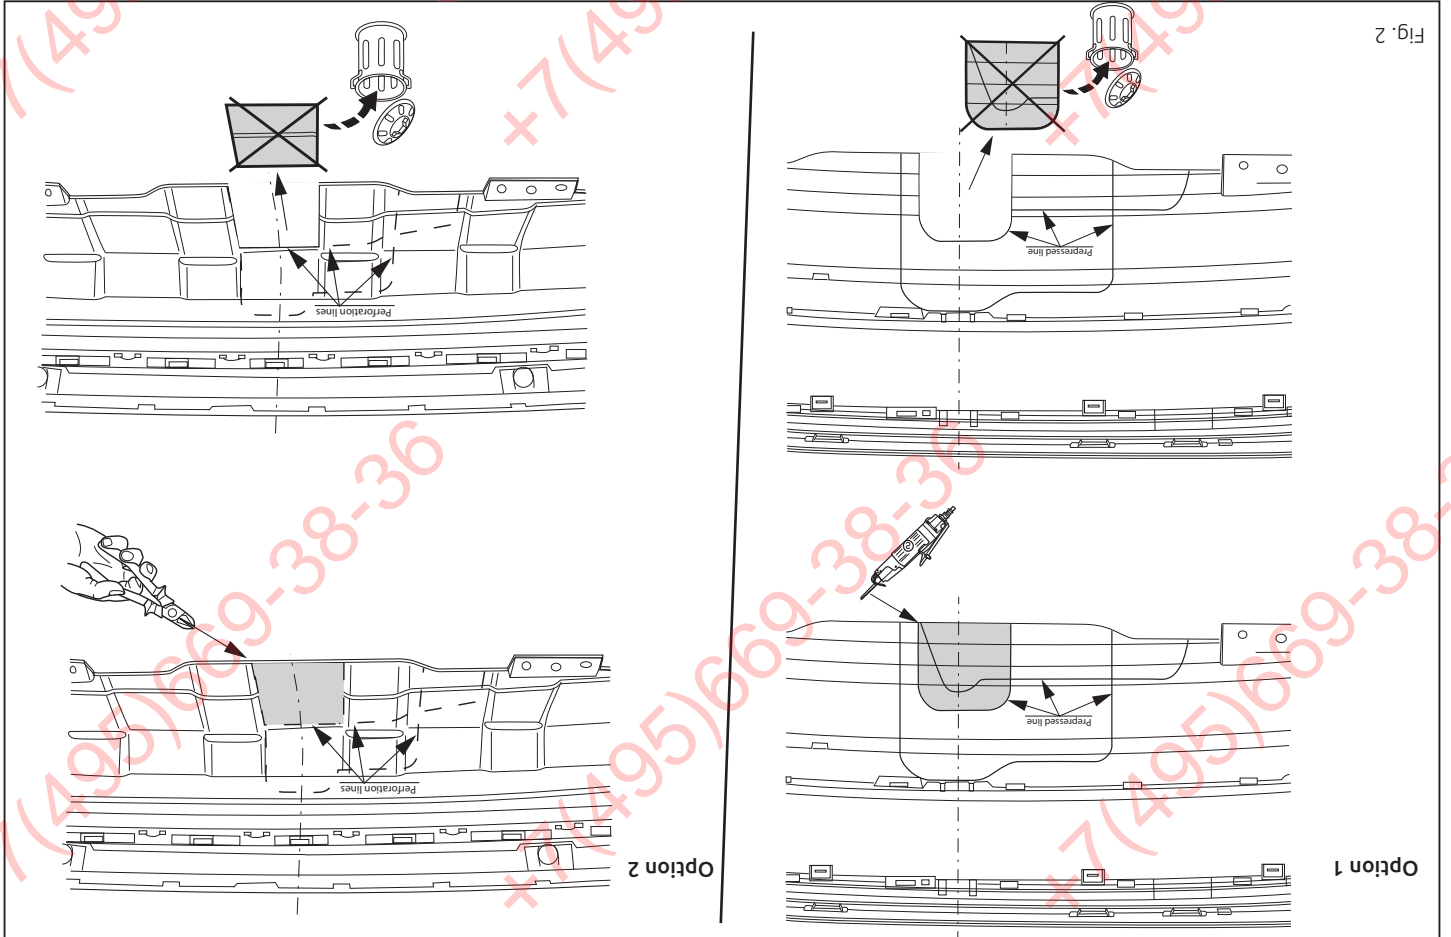

Fig. 2
4. Saw a section out of the middle of the underside of the bumper as shown in fig. 2.
- Auf der Unterseite der Stoßstange einen Teil aus der Mitte gemäß Abbildung 2 ausschneiden.
4. Scier au centre de la partie inférieure du pare-chocs une partie correspondant à la figure 2.